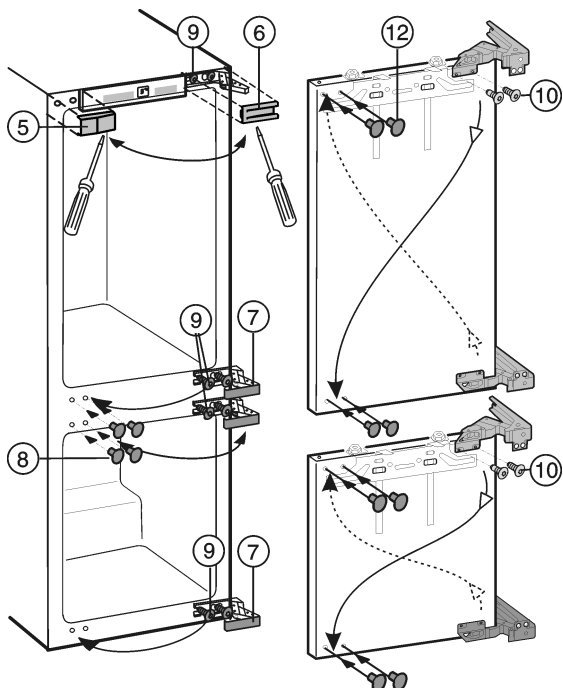

Fig. 3
- Abdeckungen Fig. 3 (5,6,7,8) mit einem Schlitzschraubendreher nach vorn abheben.
- Schrauben Fig. 3 (9) oben und unten am Gerätekorpus nur lösen.
- Schrauben Fig. 3 (9) auf die Gegenseite umsetzen, kurz einschrauben.
- Schrauben Fig. 3 (10) herausdrehen und die Scharniere diagonal umschlagen.
Die Schrauben Fig. 3 (10) sind selbstschneidend: Akku-Schrauber verwenden.
- Mit Stopfen Fig. 3 (12) die freigewordenen Befestigungslöcher verschließen.
- Türen in die vormontierten Schrauben Fig. 3 (9) einhängen und Schrauben **fest mit 4 Nm** anziehen.